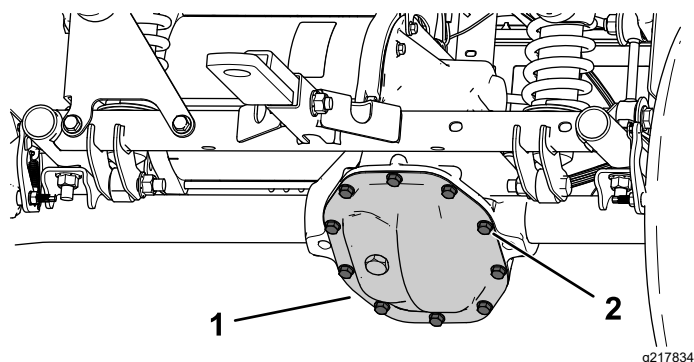

Рисунок 49
1. Поместите сливной поддон под крышку коробки передач (Рисунок 49).
2. Отверните болты с крышки коробки передач и полностью слейте рабочую жидкость (Рисунок 49).